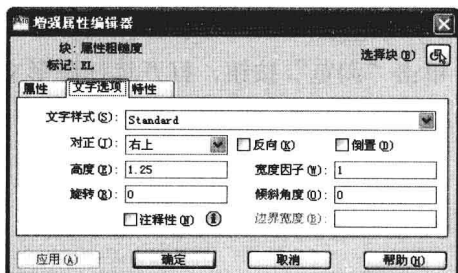
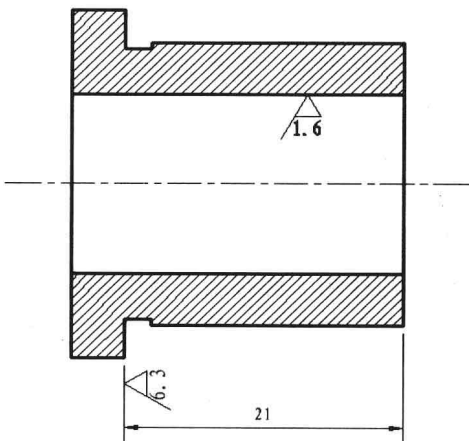

图 6-1-19
图 6-1-20
(7) 单击“文字选项”选项卡，对正选择“右上”，旋转设置为“0”，如图6-1-19所示，单击“确定”按钮，即可修改选择的块标记值的对正方式，如图6-1-20所示。